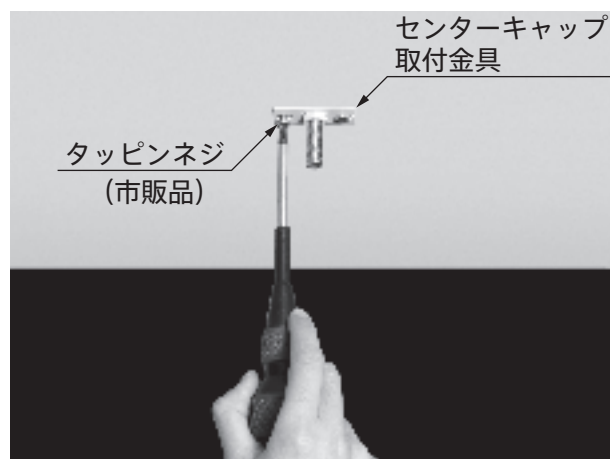

図 3
3. 本体を支えながら、本体吊り金具をタッピンネジ（市販品）にて天井の指定位置に固定します。（6ヶ所）（図 3）